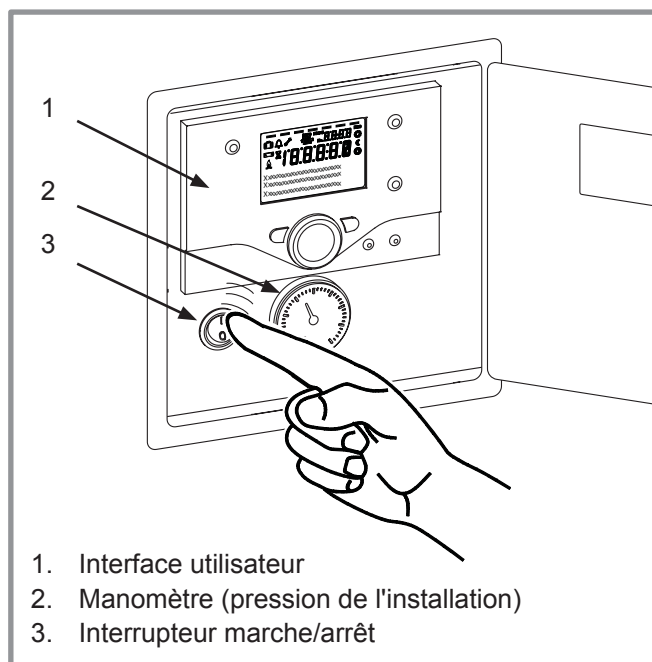

Figure 4 - Mise en marche
- S'assurer que l'installation est bien remplie d'eau et correctement purgée et que la pression au manomètre (rep. 2, fig. 4) est suffisante (1,5 à 2 bar).